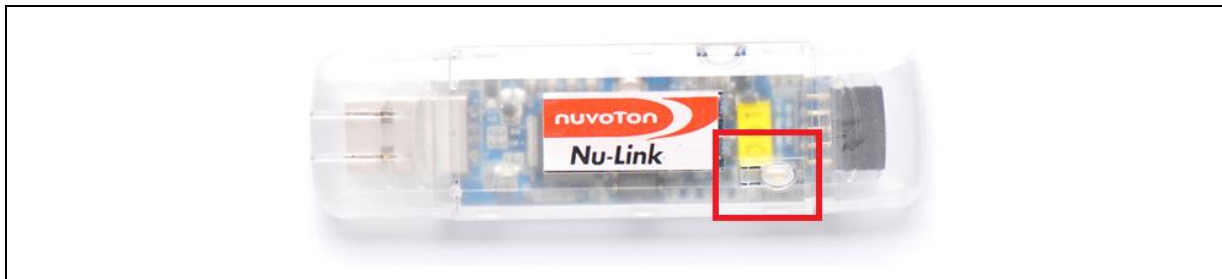

图 3-1 离线烧写按钮
接下来,用户能够单独使用该dongle来烧写目标芯片,通过按下Nu-Link的按键(图 3-1红色部分)来触发,不需要使用PC及ICP Programming Tool.
按下按键(图 3-1红色部分)将使得Nu-Link切换到离线下载模式且立即开始下载离线数据到目标芯片.
- Keypad(图 3-1红色部分) - 按下后切换到“离线下载模式”
- Keypad (图 3-1红色部分) - 没有定义.